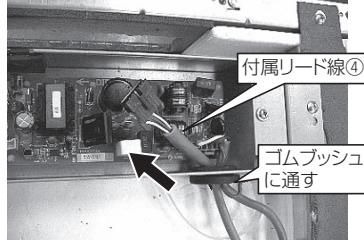

図3-8
- 1) 付属リード線④のコネクター (7P クロ) を電源配線を通しているゴムブッシュに通してください。(図3-8)